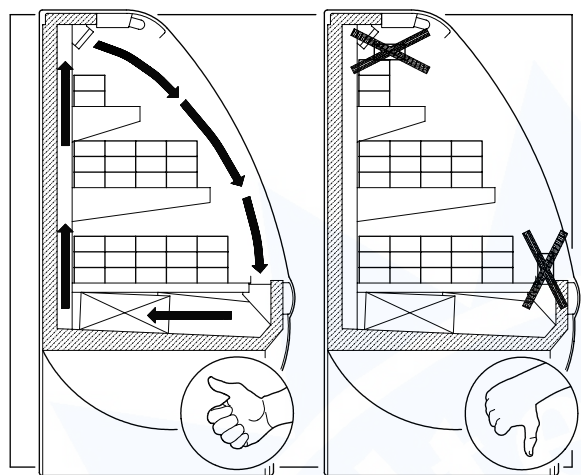

FIG. 15
- Non ostruire le feritoie di distribuzione del freddo che garantiscono il corretto flusso dell'aria (FIG. 15 pag. 4)